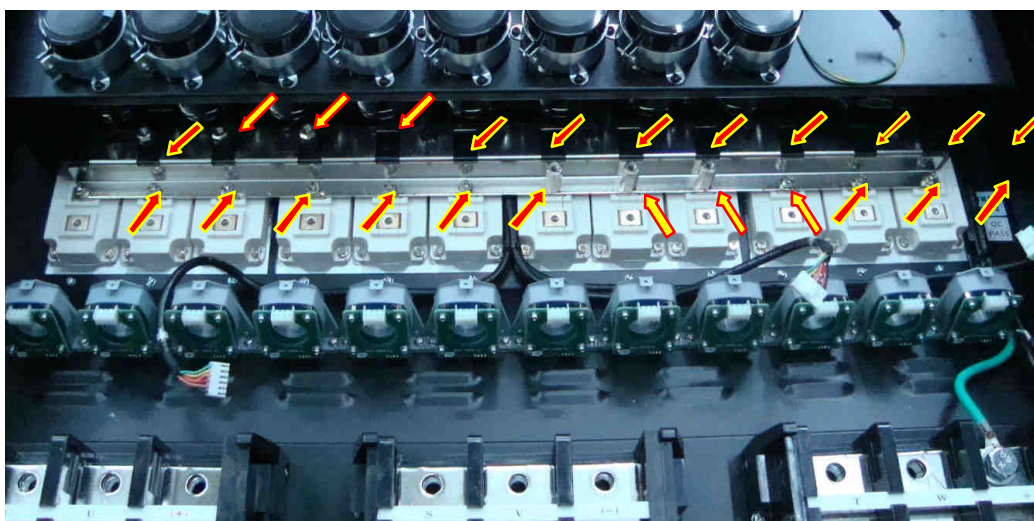
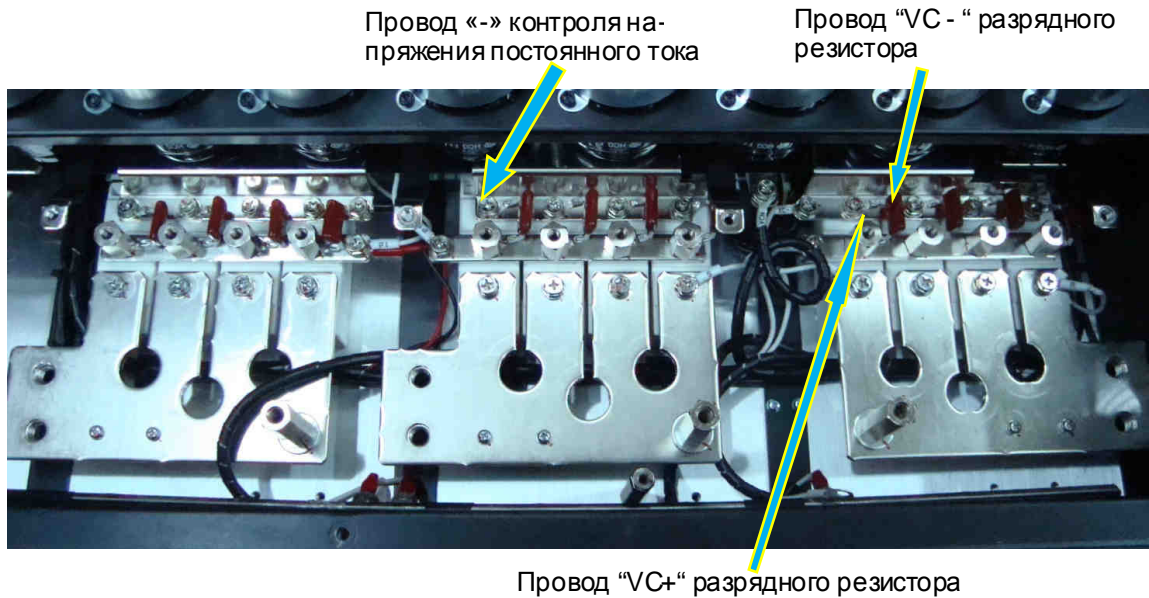

Рис. 7.21.
Рис. 7.22.
7.11.3.4. Вкрутить неплотно винты (18 шт., красные стрелки) и резьбовые втулки (6 шт., желтые стрелки) крепления шин «+» и «-» блока конденсаторов в контакты «2», «3» модулей IGBT (рис. 7.21).
7.11.3.5. Вкрутить неплотно винты (14 шт.) крепления шины «-» блока конденсаторов в контакты «3» диодно-тиристорных модулей, одновременно присоединив выводы балластных конденсаторов, провода «VC-» и «VC+» разрядного резистора, провод «-» контроля напряжения постоянного тока (рис. 7.22.).
7.11.3.7. Окончательно затянуть винты крепления шин блока конденсаторов к контактам модулей IGBT и диодно-тиристорных модулей (рис. 7.21, 7.22), затянуть винты крепления проводов «VC-» и «VC+» разрядного резистора (рис. 7.22). Затянуть винты (4 шт.) крепления блока конденсаторов к основанию корпуса (рис. 7.19).